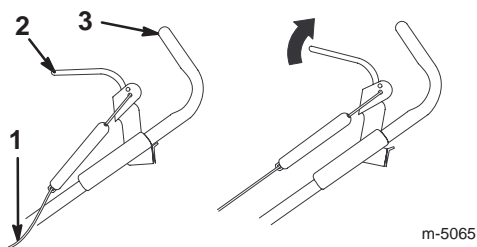

Bild 8
2. Drücken Sie die linke Seite der Schaltstange in Richtung des Griffs, um das Spiel aus dem Zug zu beseitigen (Bild 8).